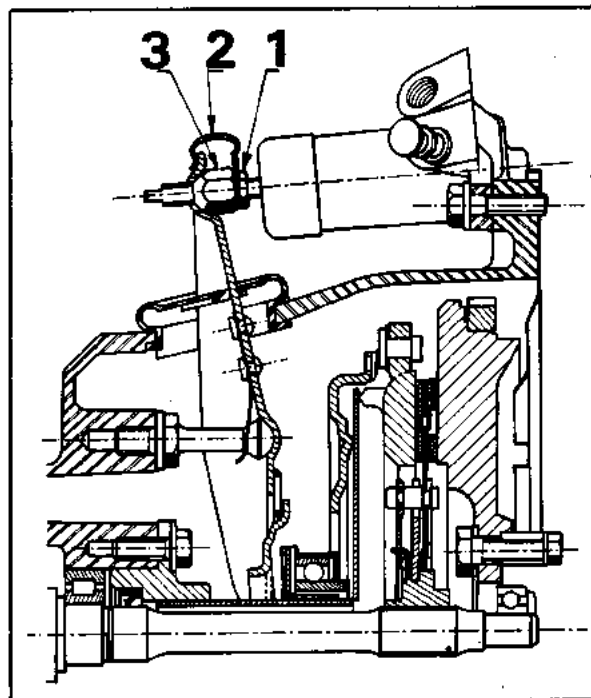

Fig. 1
- Draai de contraoer (1) los (fig. 1).
- Verwijder de klemveer (2) van de koppelingsvork.
- Draai de stelmoer (3) 1 tot $1\frac{1}{2}$ slag terug om de koppelingsvork een vrije slag van 1 - $1\frac{1}{2}$ mm te geven.